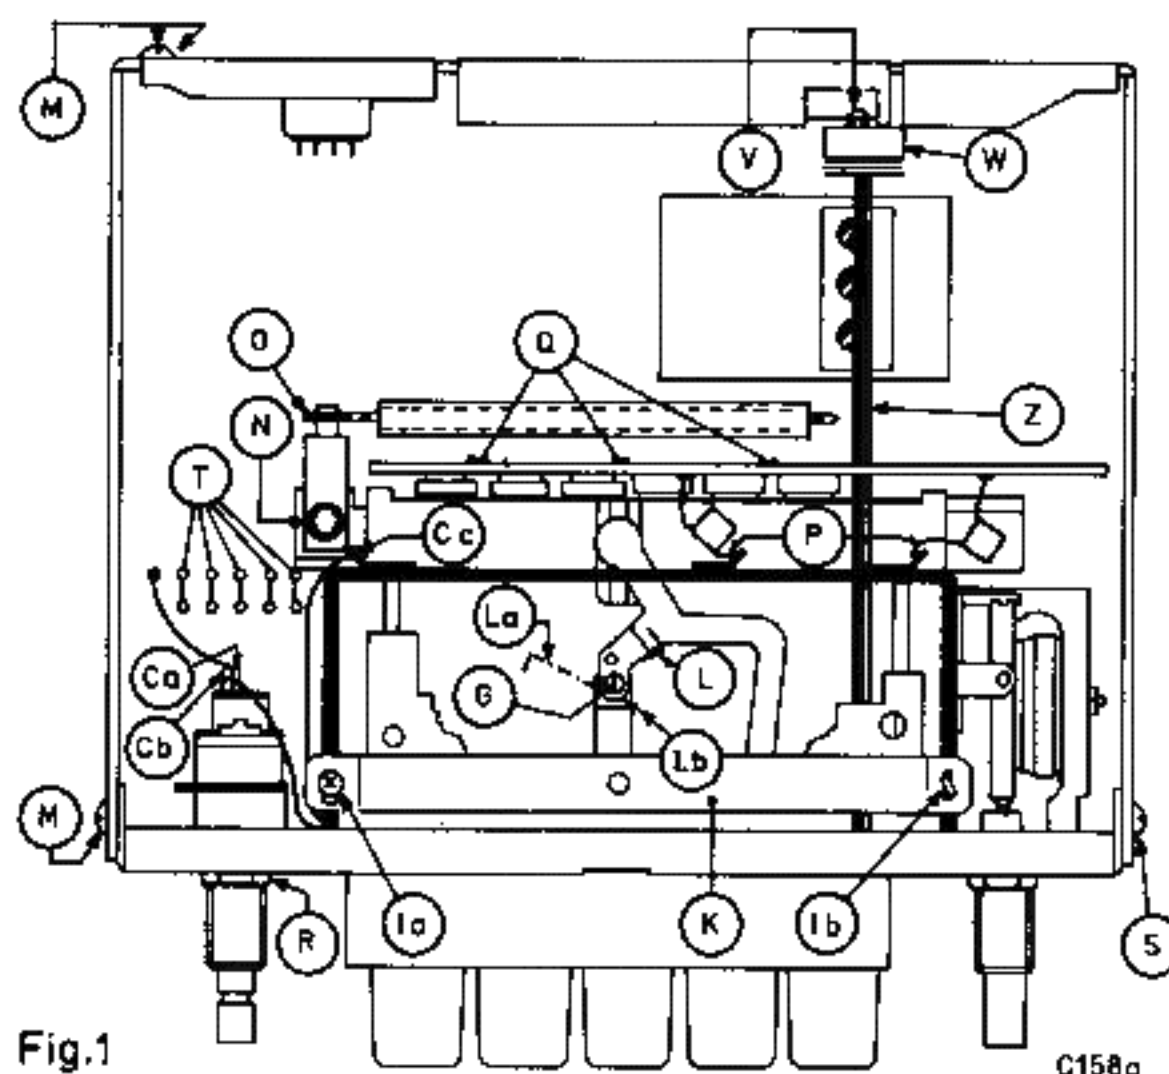

Fig. 1
3. Anschluß eines Steuerleitungskabels (Fig. 1 und 2)
5. Auswechseln des Skalenzeigers (Fig. 1)
6. Ausbau des Wellenbereich-Schiebers (Fig. 1)
7. Ausbau der Tastatur (Fig. 1)
8. Ausbau des Lautstärkereglers mit Leiterplatte (Fig. 1)
11. Ausbau des Antennentrimmers (Fig. 1, 2, 3, 5 und 6)
3. Control cable connection (Figs. 1 and 2)
5. Dial pointer replacement (Fig. 1)
6. Removal of the waveband slider (Fig. 1)
7. Removal of the push-button assembly (Fig. 1)
8. Removal of the volume control with printed board (Fig. 1)
11. Removal of the antenna trimmer (Figs. 1, 2, 3, 5 and 6)